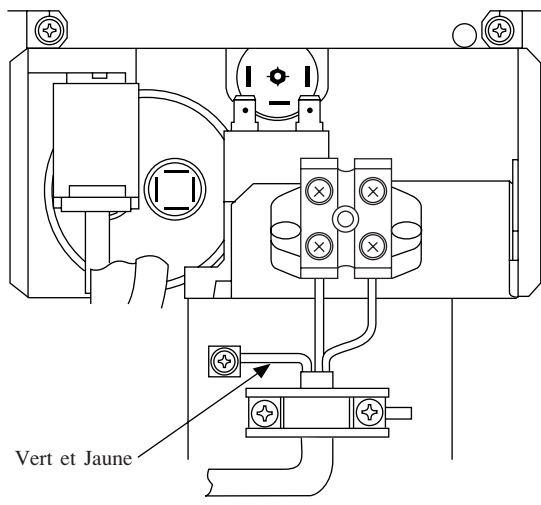

Fig. 3-21
(2) Raccorder le cordon connection au bornier. (Voir figure 3-21)
(3) Fixer fermement le cordon connecteur avec les brides. (Voir figure 3-21)